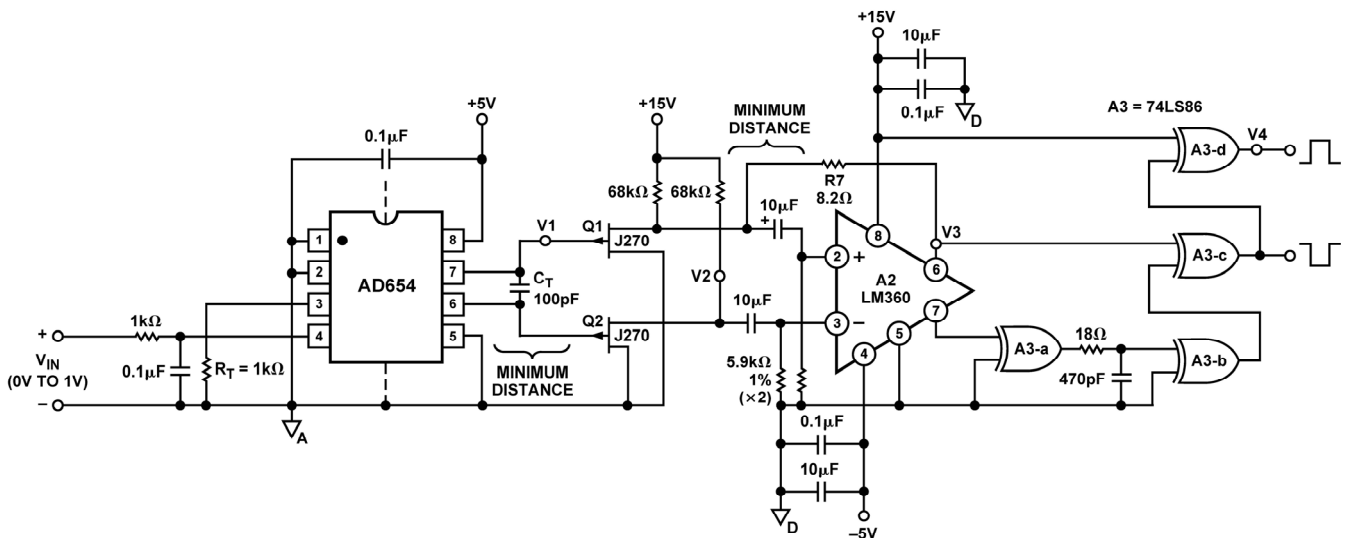

図 13. 2 MHz、周波数を 2 倍にする V/F
図 13 に、このことを説明する 2 MHz フルスケールの回路を示します。この回路では、AD654 はフルスケール (FS) = 1 mA、 $C_T = 100$  pF で動作します。この回路では  $C_T$  の周りで 1 MHz の基本デバイス FS 周波数を実現しています。P チャンネル JFET (Q1 と Q2) により差動タイミング・コンデンサ波形をバッファして低インピーダンス・レベルにします。ここでプッシュプル信号が高速コンパレータ A2 に AC 結合されます。R7 によるヒステリシスを使って、紛らわしいスイッチングを防止して、低周波での発振を回避しています。
この結果、AD654 のダイナミックレンジを損なうことがなく、非常に高速な回路がえられます。これは、一般に数 pA と小さいバイアス電流を持つ FET バッファの使用によります。ただし、ダイナミックレンジの上限は、パッケージの寄生容量、 $C_T$  に並列なレイアウト容量、各ノードと AC グラウンド間の容量により制限されます。PC レイアウトで A2~6/A2~7 と Q1/Q2 との間のリード長を短くすることが役立ちます。グラウンド・プレーンの使用も安定性に役立ちます。図 13 のそれぞれのポイントの波形 V1~V4 を図 14 に示します。